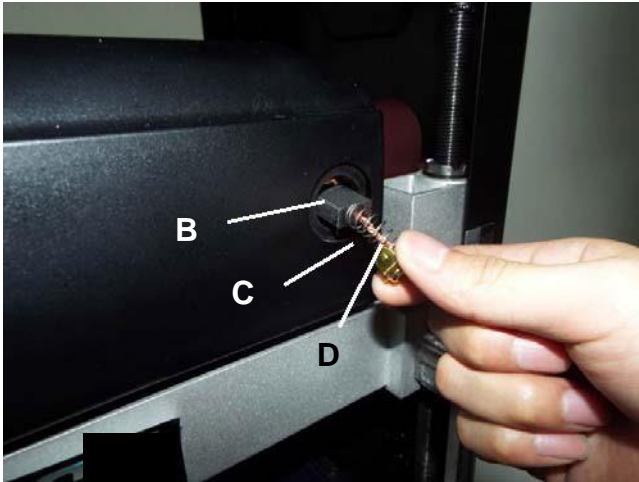

ABB.15
2. Nachdem die Bürste entfernt wurde, untersuchen Sie Kohle (B), Feder (C) und Draht (D). SIEHE ABB. 15.